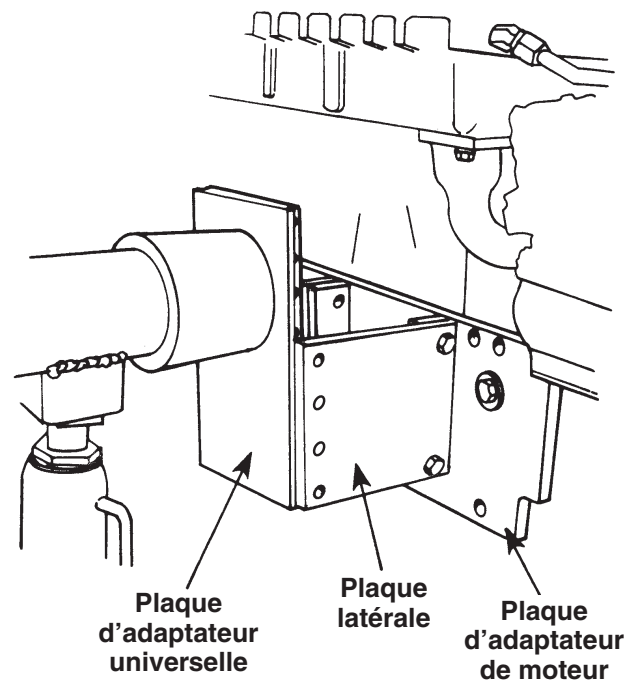

Figure 3
3. Vissez la plaque d'adaptateur de moteur au moteur à l'aide des entretoises, des boulons et des rondelles spécifiés dans le tableau d'application. Serrez tous boulons à l'aide d'une clé. Voir Figure 3.